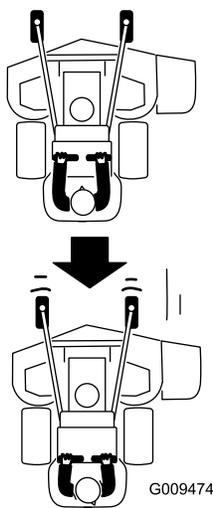

図 23
2. 走行コントロールレバーをゆっくりと後ろに倒す（図 23）。